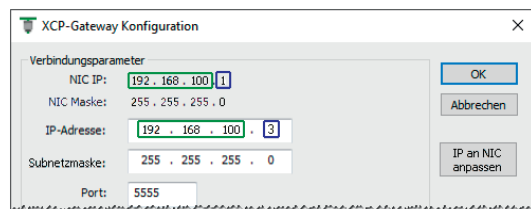

Abb. 6-23: Befehl **IP an NIC anpassen**
- ▶ Wenn Sie für Konfiguration und Messungen denselben PC und dieselbe Netzwerkkarte verwenden, müssen die IP-Adressen von Netzwerkkarte und XCP-Gateway im selben Adressbereich liegen (Abb. 6-23, grüne Markierungen), sie dürfen jedoch nicht identisch sein (Abb. 6-23, blaue Markierungen). Diese Anpassung kann bei Bedarf über den Befehl **IP an NIC anpassen** erfolgen. Die IP-Adresse wird automatisch an die IP-Adresse der Netzwerkkarte angepasst. Eine manuelle Änderung des Eintrags **IP-Adresse** ist nicht erforderlich.